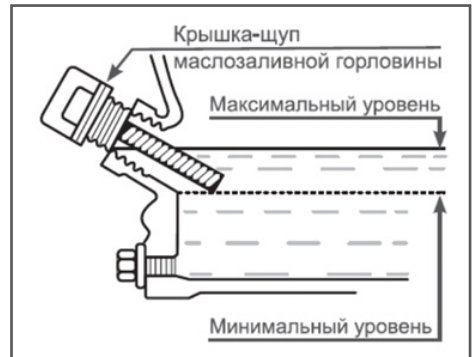

Рис. 6 Проверка уровня масла в картере
Максимальный уровень масла в картере соответствует нижней кромке заливного отверстия (Рис. 6).
4. Аккуратно извлеките щуп и осмотрите его. Уровень масла должен соответствовать верхней отметке на щупе. При недостаточном уровне масла в картере необходимо долить чистое масло до верхней отметки на щупе, что соответствует нижней кромке заливного отверстия (Рис. 6).